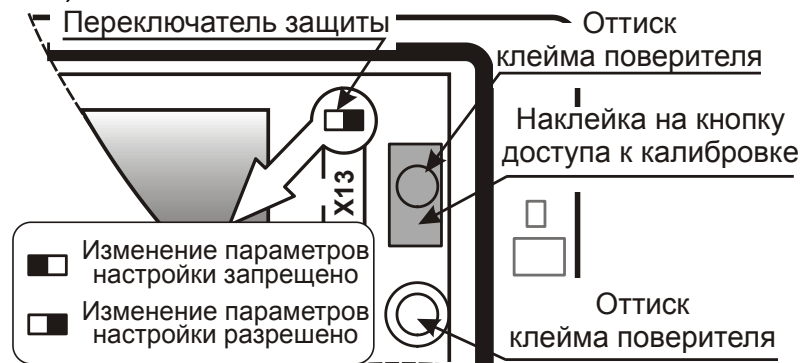

Рис. 1.2 – Места пломбирования поверителем
**Защита калибровочных коэффициентов** выполняется наклеиванием самоклеющейся этикетки на кнопку доступа к калибровке и нанесением оттиска клейма поверителя (рис. 1.2).
**Защита от внесения изменений в электронный модуль** вычислителя выполняется нанесением оттиска клейма поверителя на мастику в чашке (рис. 1.2).
**Защита настроечных параметров** выполняется переводом переключателя защиты в левое положение (рис. 1.2) и пломбированием вычислителя пломбой инспектора теплоснабжающей организации (рис 1.3).
После поверки ВКТ-7 электронный модуль пломбируется поверителем. Места пломбирования показаны на рис. 1.2.